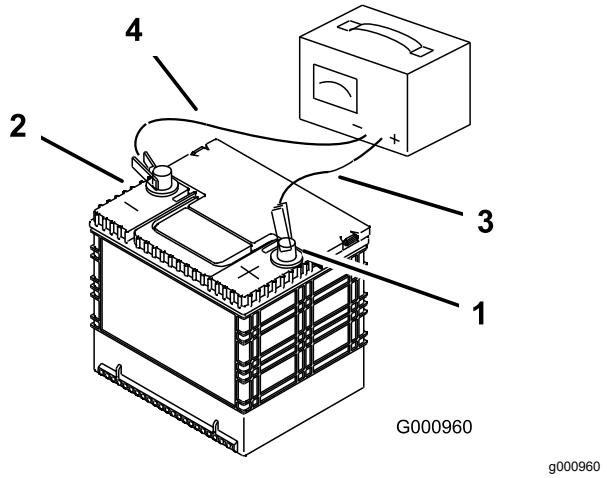

Figura 74
3. Cuando la batería esté completamente cargada, desconecte el cargador de la toma de electricidad, luego desconecte los cables del cargador de los bornes de la batería (Figura 74).